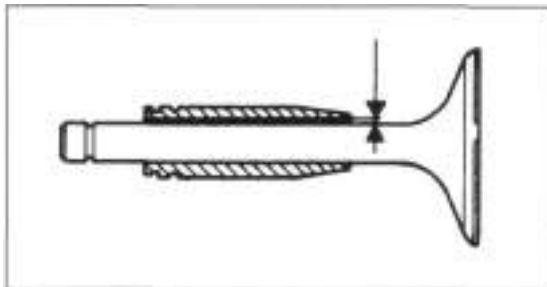

Bild 149
- Spiel der Ventilschäfte und Ventilführungen (Bild 149) wie Kipphebelspiel messen. Einbauspiel beträgt 0,02 - 0,045 mm; Verschleissgrenze 0,08 mm.